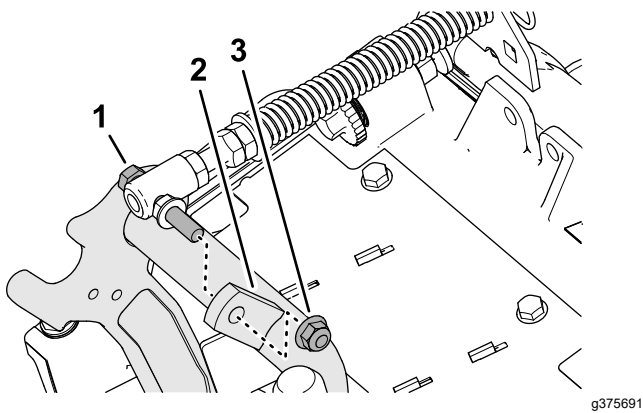

Figure 18
3. Retirez le contre-écrou à embase ($\frac{3}{8}$ po) qui fixe la vis du ressort de compensation sur la patte droite du bâti porteur, et retirez le ressort de compensation de l'unité de coupe (Figure 18).